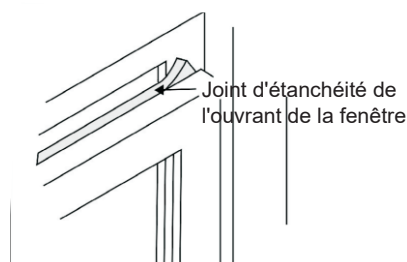

Figure 18
- Ajustez le joint d'étanchéité de l'ouvrant à la largeur de la fenêtre. Insérez-le dans l'espace entre les ouvrants supérieur et inférieur (Figure 18).